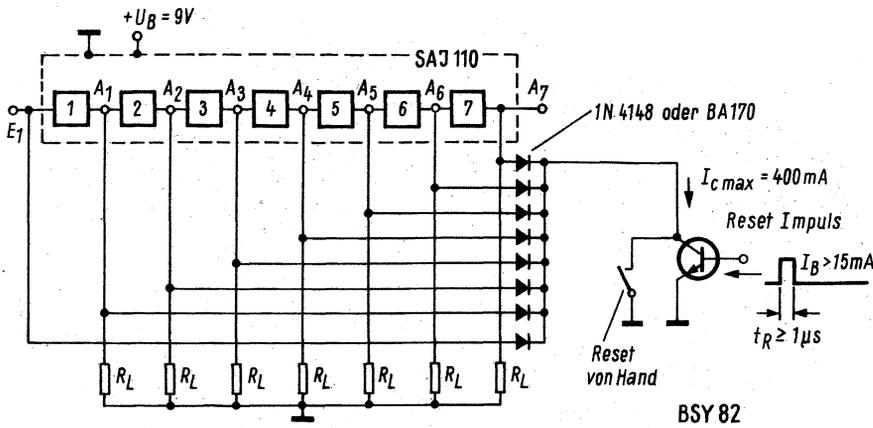

Bild 11. Schaltung zur Rückstellung eines siebenstufigen Zählers
(Bild 6) betrachtet, sieht man, daß ein Umkippen des Ausgangs in die Lage „0“ nur dann möglich ist, wenn der Ausgang, der bis zu diesem Zeitpunkt in der Lage „1“ war, von außen auf 3 V oder weniger heruntergezogen wird. Die Voraussetzung dafür ist, daß die Eingangsspannung  $U_E$  gleich Null ist. Die Ausgangskennlinie von Bild 6 ist in mehrere Abschnitte geteilt. Der Kennlinienabschnitt A-B ist der normale Arbeitsbereich. Wie vorher schon erwähnt, muß man den Abschnitt B-C der Ausgangskennlinie durchlaufen, um den Rückstellvorgang einzuleiten. Das muß in einer kurzen Zeit geschehen ( $t_r \leq 0,1 \text{ ms}$ ), um eine Überhitzung des Kristalls zu vermeiden (in dieser Zeit tritt nämlich viel Verlustleistung im Ausgangstransistor der Teilerstufe auf). – Wenn sich der Eingang einer Teilerstufe auf einem Potential befindet, das höher als 0 V ist, bewegt sich der Umkipppunkt C auf der Ausgangskennlinie nach links, d. h. man muß den Ausgang auf eine Spannung herunterziehen, die kleiner als 3 V ist. Wenn bei einer Teilerstufe der Eingang und der Ausgang bzw. bei einer Zählerschaltung alle Ein- und Ausgänge gemeinsam auf ein niedrigeres Potential heruntergezogen werden sollen, dann muß dieses Potential kleiner als 1,5 V sein, um unter allen Umständen eine Rückstellung erreichen zu können (Bild 11).
**Rückstellung:** In Bild 11 ist ein Schaltungsvorschlag zur Rückstellung eines siebenstufigen Zählers dargestellt. Alle Ausgänge und der Eingang  $E_1$  sind über Trenndioden mit dem Kollektor des BSY 82 oder mit einer Reset-Taste verbunden. Die Sättigungsspannung dieses Transistors soll während des Rückstellimpulses  $\leq 0,6 \text{ V}$  sein. Im ungünstigsten Fall muß man mit einem Kollektorstrom des Transistors von etwa 400 mA rechnen (alle Ausgänge vor dem Rückstellen in der Lage „1“); der Rückstellimpuls soll also mindestens etwa 15 mA in die Basis des BSY 82 liefern, um die Bedingung  $U_{E1} = U_{A1} = \dots U_{A7} \leq 1,5 \text{ V}$  zu erfüllen. Die Breite des Rückstellimpulses spielt keine Rolle, sie kann beliebig groß sein; sie soll aber etwa 1  $\mu\text{s}$  nicht unterschreiten.